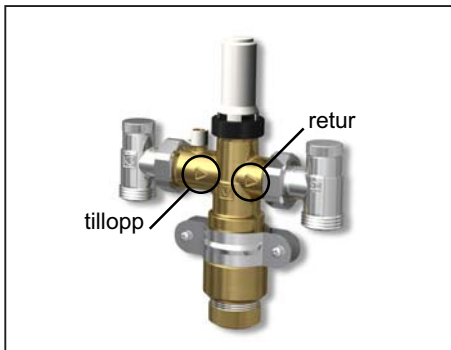

Bild 3. Flödesriktning.
Placera LK Minikretsventil M5 så nära radiatorrören som möjligt för att minimera rördragningen mellan radiatorrören och minikretsventilen. Minikretsventilen är vändbar för att underlätta rördragningen till det befintliga värmesystemet. Observera att flödespilarna på ventilhuset anger minikretsventilens tillopp respektive retur (se "Bild 3.").
- Beroende av var LK Minikretsventil M5 placeras i förhållande till infällningspunkten på det befintliga värmesystemet, kan golvvärmerören i vissa fall komma att korsas. För att undvika detta är minikretsventilen vändbar. Observera att pilarna på ventilhuset anger flödesriktningen (se "Bild 3.").